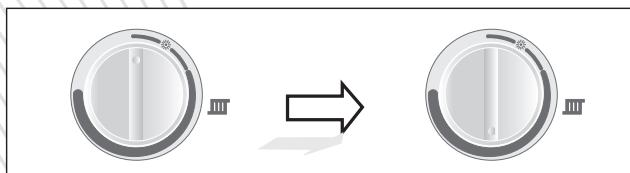

Рисунок 5
Температура воды системы отопления (CO) может быть установлена посредством поворачивания ручки регулировки (CO) на контрольной панели (Рис.5). Выбранное с её помощью значение определит температуру воды, поступающую в радиаторы. При использовании радиаторов, температура может быть установлена в диапазоне от минимального значения 38°C до максимального 85°C, тогда как при отоплении системою